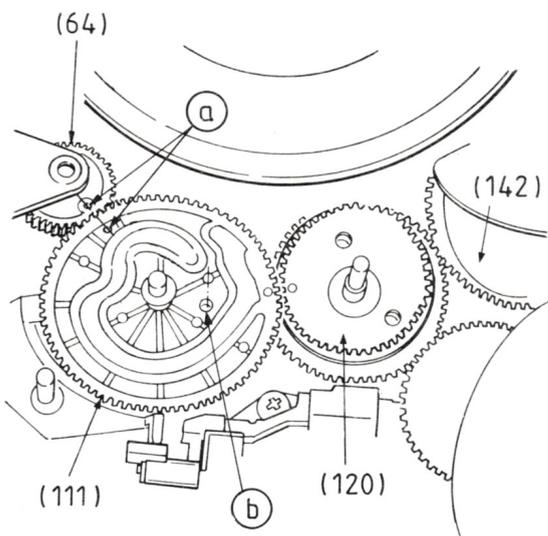

Fig. 46
- Positionner la couronne dentée (120) de façon à faire coïncider les trous de repère b sur la couronne dentée avec le trou de repère c sur le mécanisme (45).
- Monter le pignon (112) de façon à faire coïncider le trou de repère b et le trou de repère c sur le mécanisme. Le trou de repère a du pignon (112) et le trou de repère a de la couronne dentée devront également coïncider.
- Insérer le levier de verrouillage (110)
- 6.2 Pignon principal (111), pignon de réduction (64)
- Replacer le pignon de réduction (64) depuis la partie supérieure du mécanisme (Fig.46)
- Monter le pignon principal (111) sur le pignon (112) de façon à ce que le trou de repère a du pignon (111) coïncide avec celui du pignon (64). Les trous de repère b des pignons (111) et (112) doivent également coïncider (Fig.46).